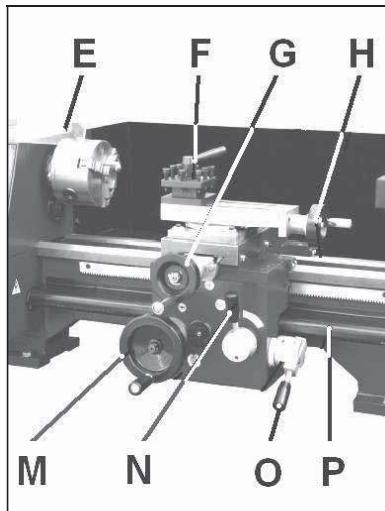

Fig 8
Pour les tournages longitudinaux ou transversaux, il est possible de faire bouger manuellement le chariot longitudinal (M, Fig 8), le chariot transversal (G) et le chariot supérieur (H) avec les volants
Pour enclencher l'avance longitudinale automatique, appuyer sur le levier de commande (O, Fig 8).
Fermer l'écrou vis-mère (N, Fig 8). L'écrou vis-mère reste fermé pendant toute l'opération de filetage.